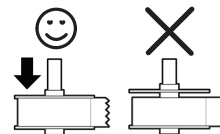

Abbildung 6
- Die Spulenführung muss bündig gegen die Etikettenrolle gedrückt werden, so dass kein Hohlraum entsteht. Siehe Abbildung 6.
- 5 Schieben Sie die Spulenführung auf die rechte Seite der Spule und drücken Sie die Führung fest gegen die Seite der Etikettenrolle, so dass **kein Spalt** zwischen Rolle und Spule erkennbar ist. Siehe Abbildung 6.